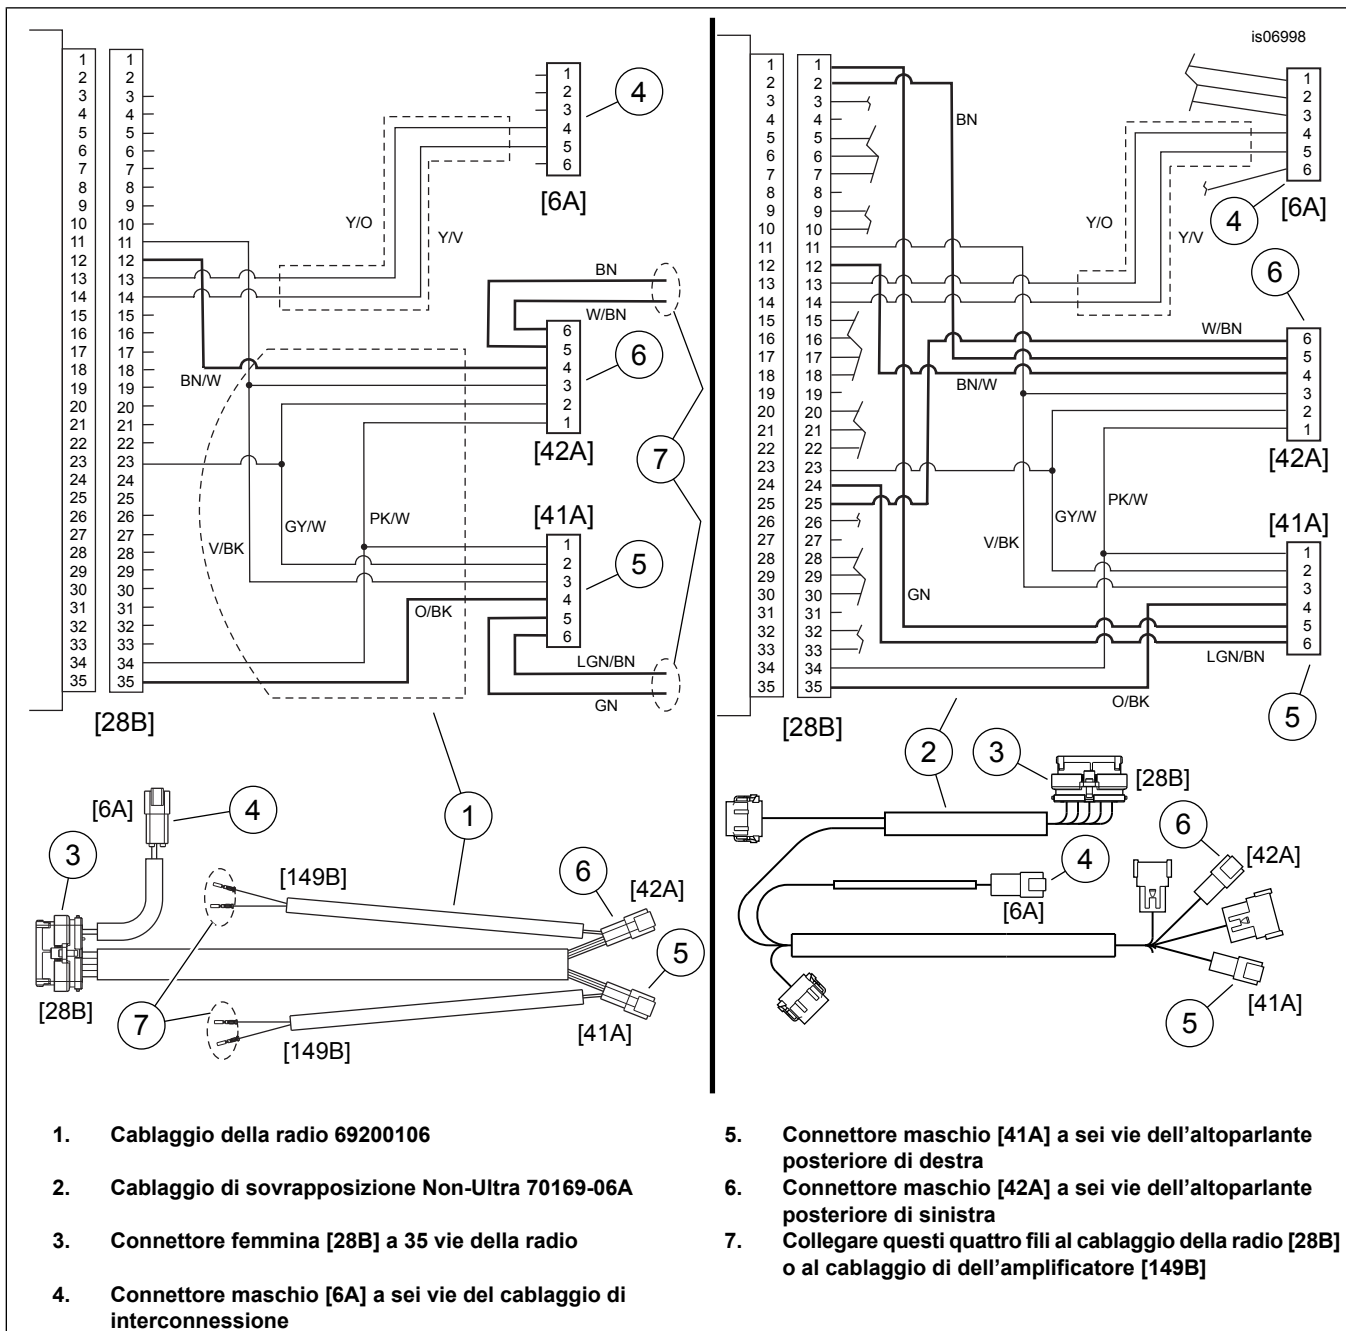

Figura 5. Schemi elettrici del cablaggio della radio/del cablaggio di sovrapposizione Non-Ultra
5. Vedere Figura 5. Se non è stato ancora fatto, collegare la parte femmina a 35 vie [28B] (3) del cablaggio della radio (1) o del cablaggio di sovrapposizione Non-Ultra (2) nel retro della radio. Collegare la parte maschio a sei vie [6A] (4) al cablaggio di interconnessione del veicolo. Fissare con le fascette fermacavi.